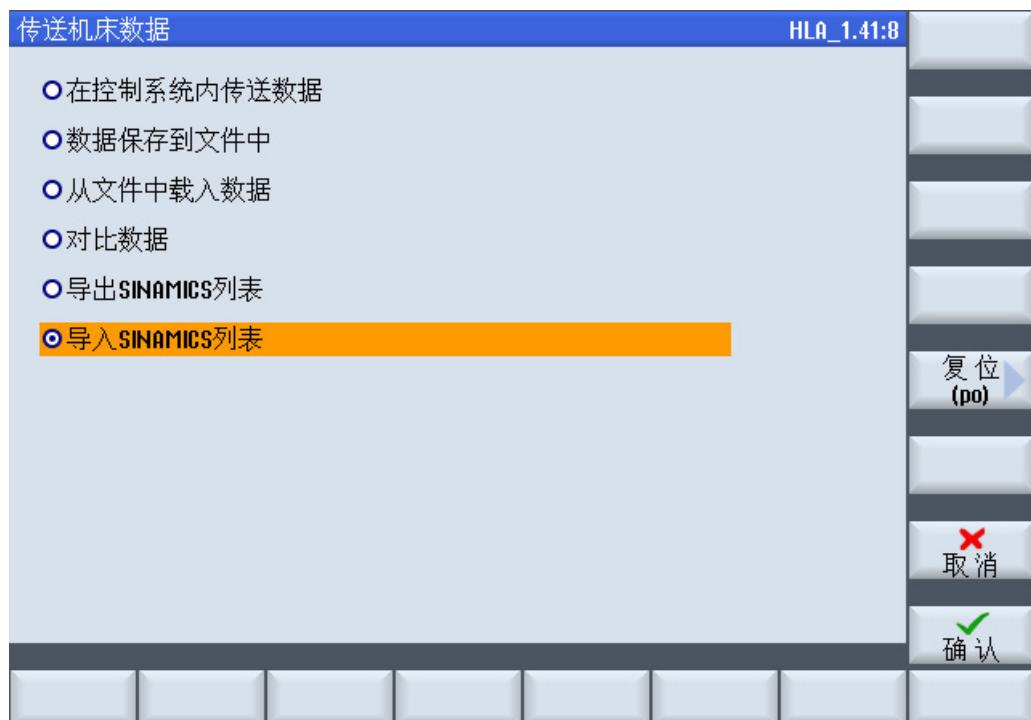

图 4-21 机床数据传输
3. 通过软键“数据管理”返回至对话框“机床数据传输”（参见图 4-21 机床数据传输（页 86））。